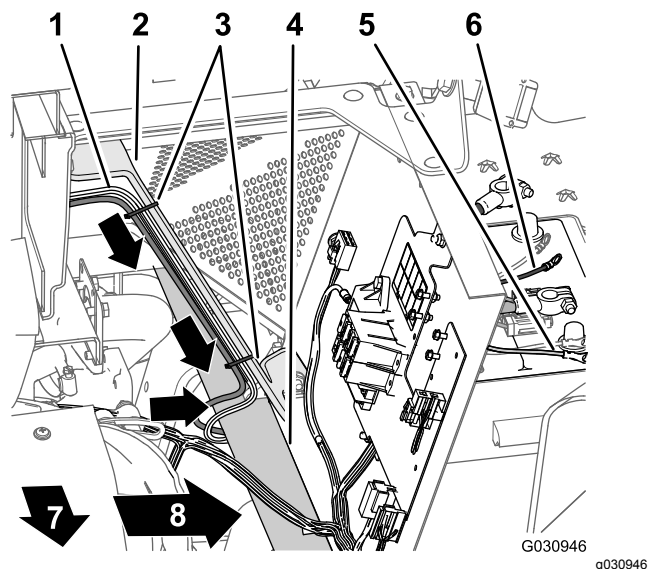

Figura 116
3. Enrute la rama de 108 cm del arnés de cables hacia abajo por el soporte izquierdo de la cubierta del motor y por debajo del larguero izquierdo del bastidor (Figura 116).
4. Enrute el fusible de 50 A y los terminales de anillo positivo y negativo de la rama de 108 cm del arnés de cables a la parte superior de la batería (Figura 116).